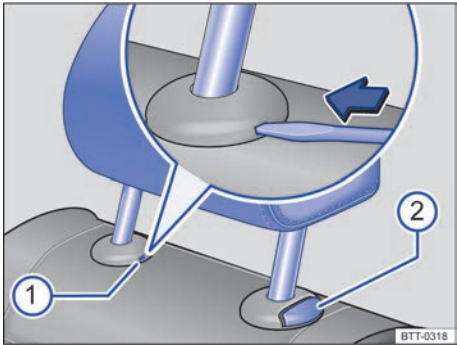

图 42 拆卸后排座椅头枕
- 将打开的轿车钥匙或随车工具里的螺丝刀刀头插入护套的槽内 ⇒ 图 42 ①。